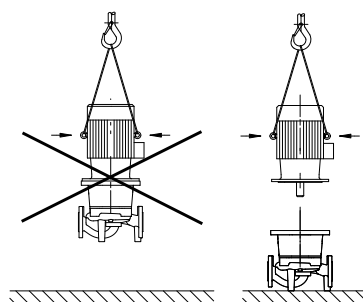

Fig. 8: Transport af motoren
- Transportringene på motoren er kun tilladt til transport af motoren og ikke af hele pumpen (Fig. 8).